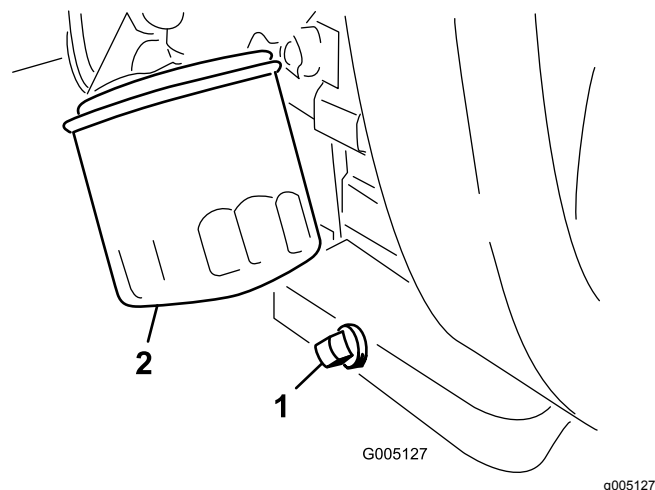

図 29
1. ドレンプラグ 図 29 を外してオイルを容器に受ける。
2. ドレンプラグのねじ山をきれいにし PTFE シーラントを巻き付ける 図 29。